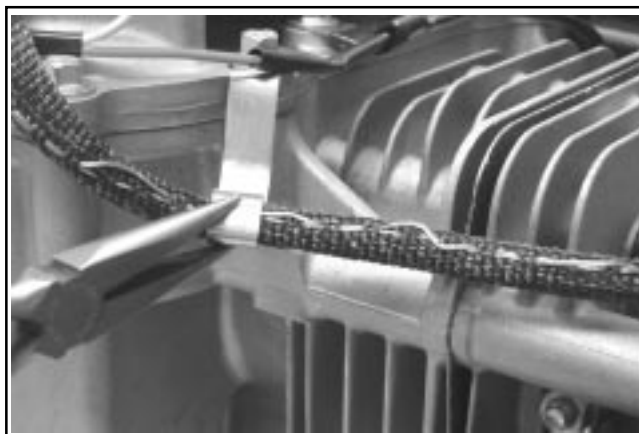

Figure 10-50. Pince de serrage autour du câble gainé.
7. Si le modèle comporte un câble à gaine de bougie RFI, placer le conducteur dans la pince de fixation de sorte que les câbles tressés soient en contact direct avec la pince fermée. Fermer prudemment la pince à l'aide d'une pince en laissant un espace de **0,127 mm (0,005 in.)** entre les extrémités. **Ne pas** serrer ou aplatir la pince. Voir la Figure 10-50.